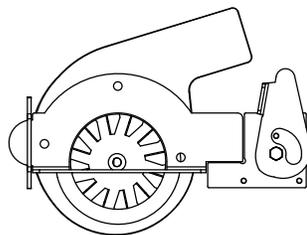
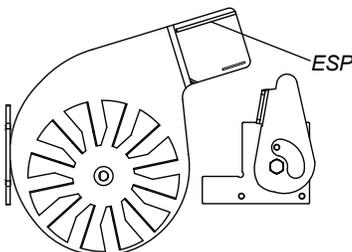

Fig. 32
Fig. 33
6. Enlevez le capot du ventilateur de tirage en tournant le loquet du capot dans la position verticale comme illustré par la figure 32. Glissez ensuite le capot hors de la rainure gauche. Vous découvrez ainsi la roue du ventilateur et la sortie du conduit de fumée (voir figure 33).